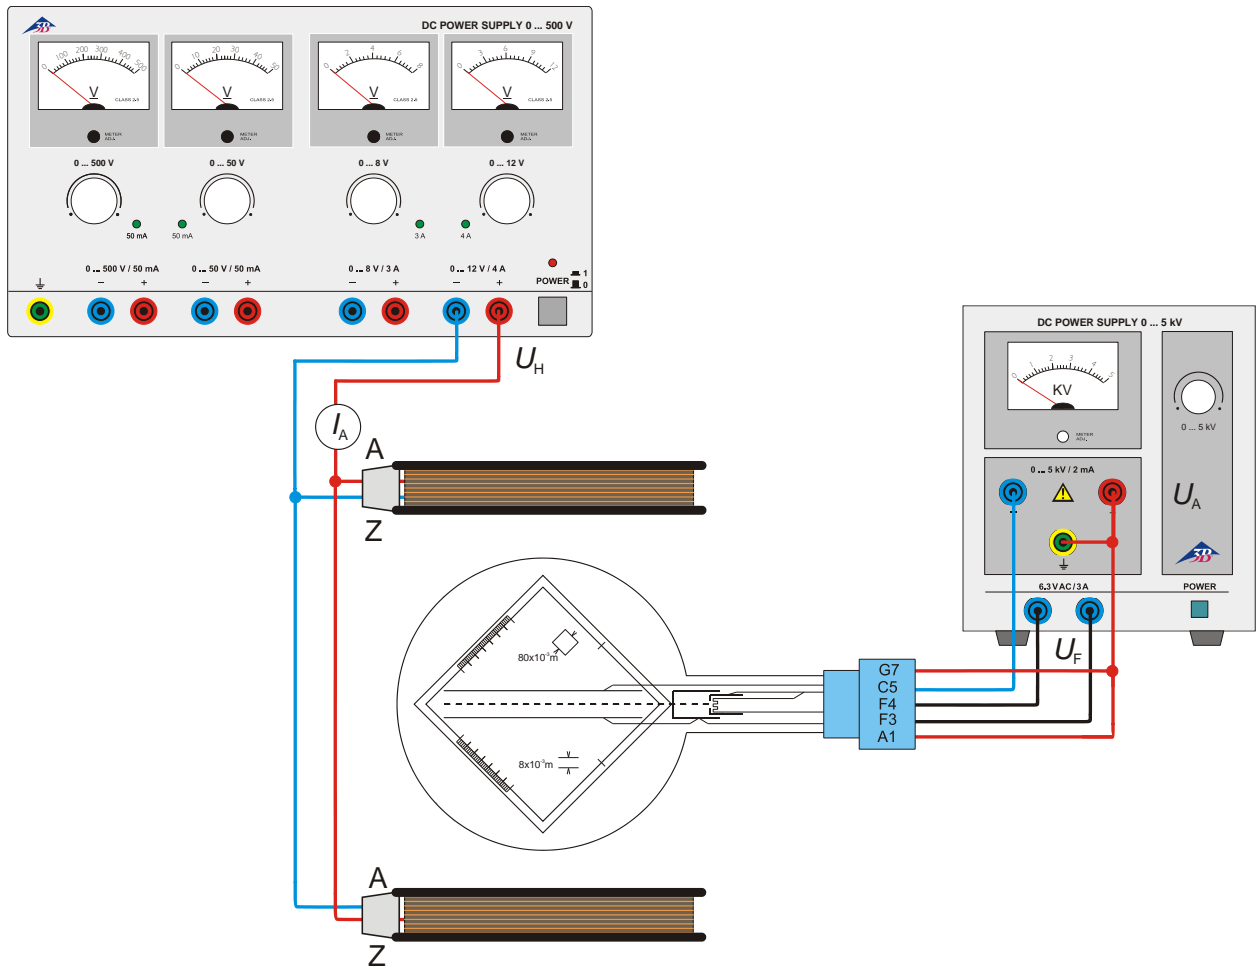

Fig. 2 Desvio magnético
- Efetuar a conexão dos tubos conforme a fig. 2.
- Montagem da experiência conforme fig. 2.